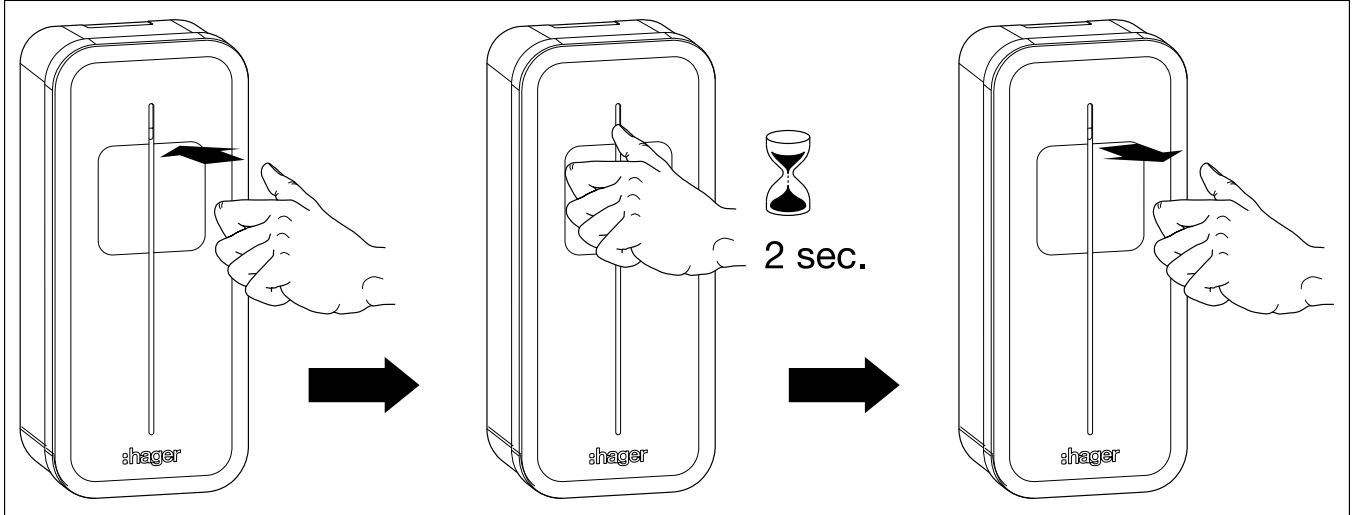

Fig. 32 : Accélérer le processus de charge sur la station de charge
- maintenir le bouton du capteur (capteur tactile) enfoncé avec le pouce pendant env. 2 secondes et le relâcher (fig. 32).